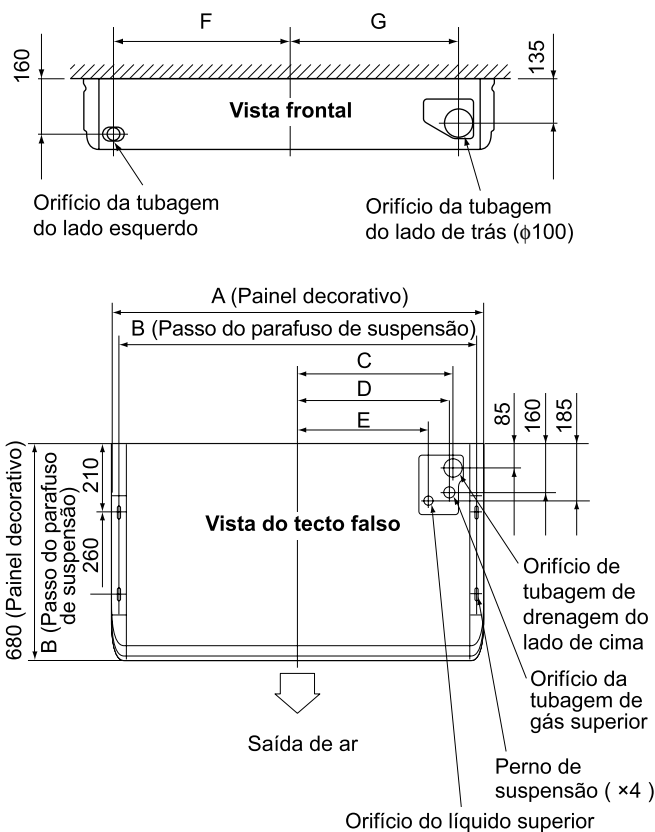

Fig. 2
(1) Posições relativas da unidade interior, perno de suspensão, orifício da tubagem, orifício da tubagem de drenagem e posição do orifício das ligações eléctricas. (Consulte a Fig. 2)